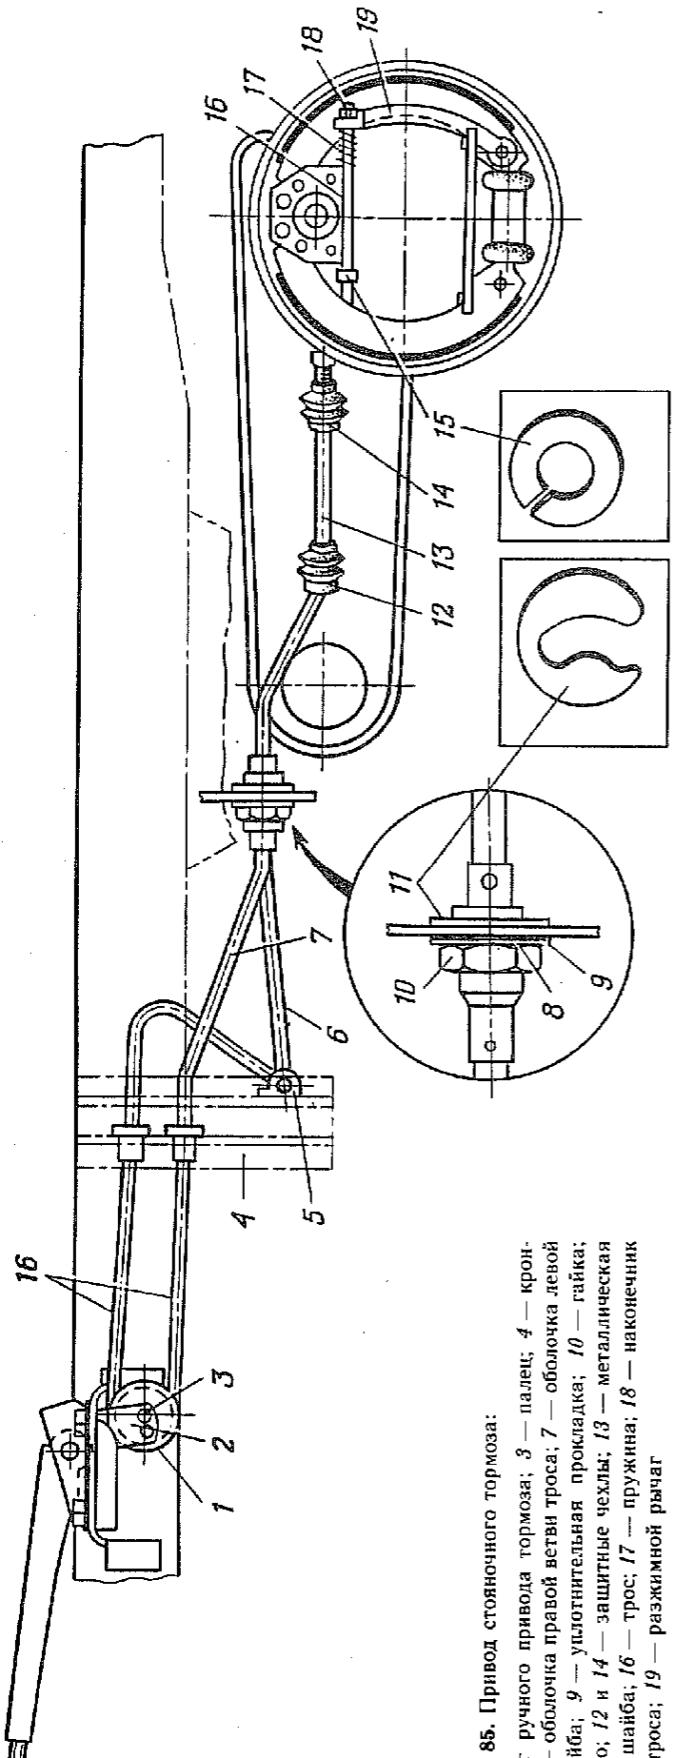

Рис. 85. Привод стояночного тормоза:
1.4. Ослабить болты крепления кронштейна рычага 2 (рис. 85) ручного привода тормоза, сместить кронштейн назад до отказа и опустить рычаг в крайнее нижнее положение (головка 12, вороток).
2.1. Снять с устанавливаемого троса защитные чехлы 12 (рис. 85) и 14 и установить их на трубы 13.